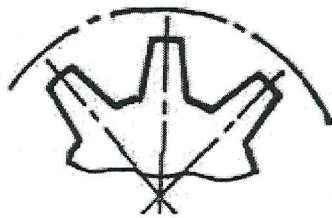

Рис. 13.
64. Для какой цепи предназначена звездочка, изображенная на рис. 13?